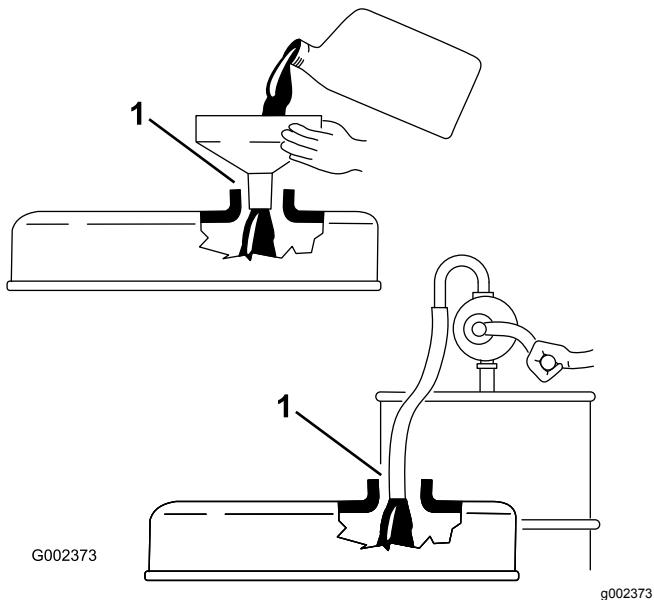

Figure 36
**Important:** Lorsque vous faites l'appoint ou le plein d'huile moteur, maintenez un espace entre le dispositif de remplissage et l'orifice de remplissage d'huile dans le couvre-culasse, comme montré à la Figure 36. Cet espace est nécessaire pour assurer l'aération pendant le remplissage et empêcher l'huile de déborder dans le reniflard.